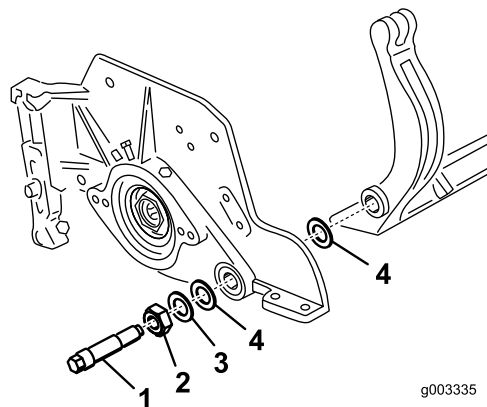

Figura 30
Asigurați-vă că la fiecare capăt al barei de cadru există 2 aibe din nailon și 1 aibă din oel (Figura 30).
- Amplasai o aibă din nailon pe fiecare parte a butucului plăcii laterale. Amplasai o aibă din oel în afara fiecărei aibe din nailon (Figura 30).